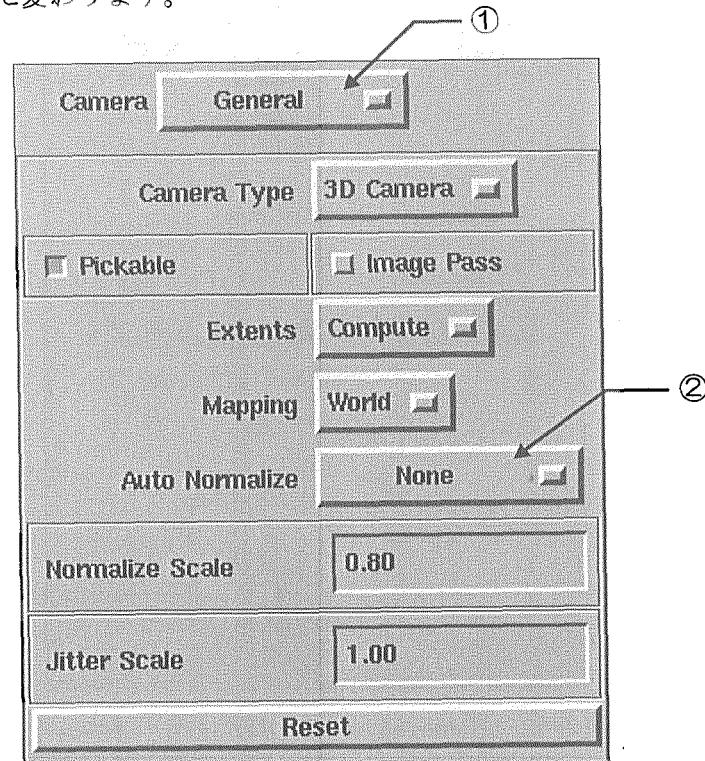

図 3-22 [General] カメラエディタ・メニュー
カメラエディタ・メニューから [General] を選択します(図 3-22 ①)。
メニューは図 3-22 のように変わります。
Auto Normalize 選択メニューから None を選択すると自動正規化が解除されます(図 3-22 ②)。